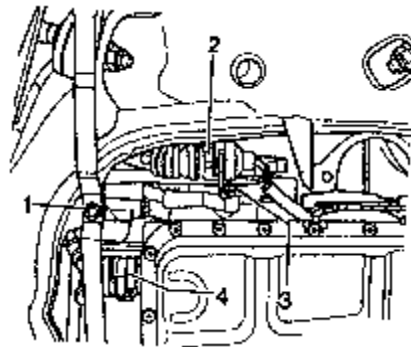

图 8-41 拔下多功能开关插头
(16) 如图 8-41 所示，拆下消音器支架，转动卡板，拔下变速箱线束插头，拔下多功能开关插头，拆下插头连接支架。把油槽 V.A.G1306 放到车下。